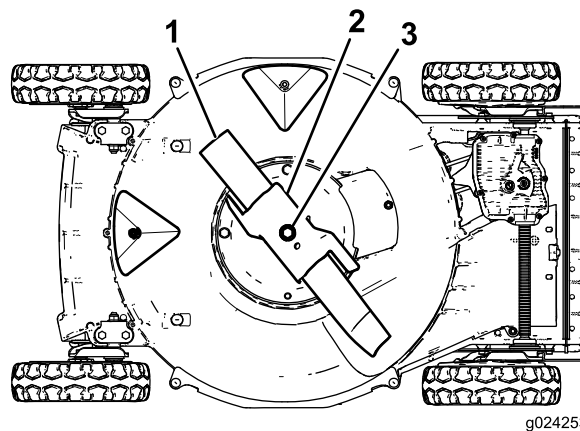

Figura 22
4. Incline a máquina sobre o lado **direito** (filtro do ar voltado para cima), tal como se ilustra na Figura 22.